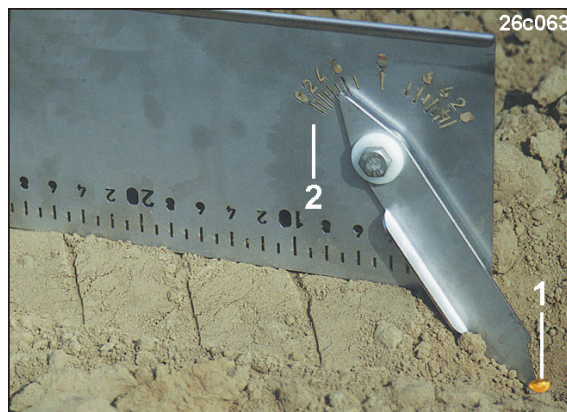

Fig. 186
3. Placez la règle MultiControl (Fig. 186) à l'horizontale sur le sol
4. Placez le pointeur (Fig. 186/1) sur la graine et relevez la profondeur d'implantation de semences sur l'échelle (Fig. 186/2).